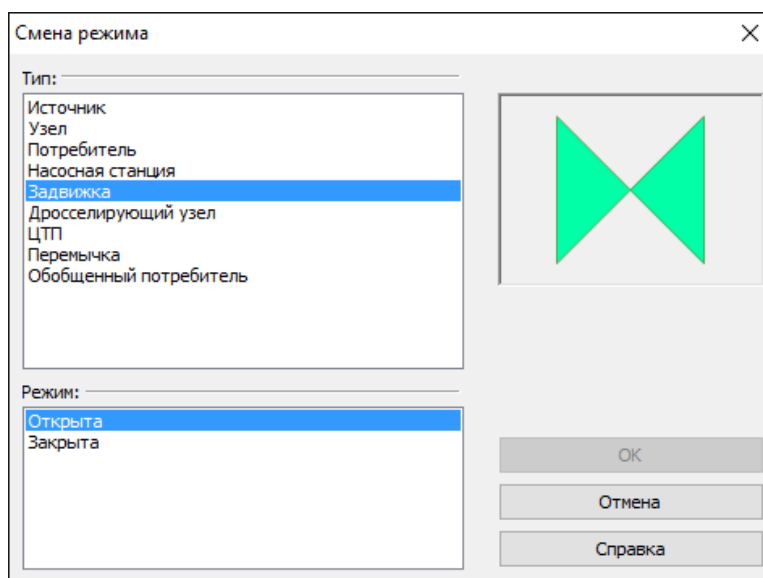

Рисунок 6.4. Смена режима для узлового объекта
2. Установить курсор на определенный объект и дважды щелкнуть левой клавишей мыши. На экране появится диалог Смена режима (смотрите Рисунок 6.4, «Смена режима для узлового объекта»).